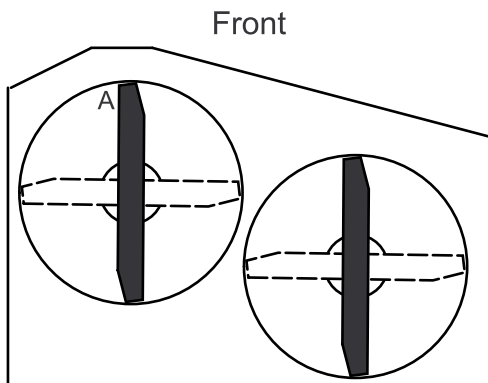

Figure 61
- Placez la machine sur une surface plane, et tournez une lame dans le sens longitudinal. Mesurez au point **A** et entre la surface plane et le bord coupant des pointes des lames (Figure 61)